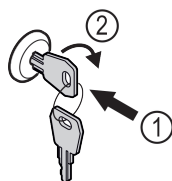

Fig. 169
- ▶ Įspauskite raktą Fig. 169 (1).
- ▶ Pasukite raktą 90° pagal laikrodžio rodyklę Fig. 169 (2).